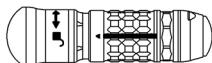

Abbildung 1
Ausrückmuffe (Abbildung 1), die Muffe verschieben und den freigelegten Bereich abbürsten.
- Bewegliche Teile, wie die Ausrückmuffen (Abbildung 1), betätigen.